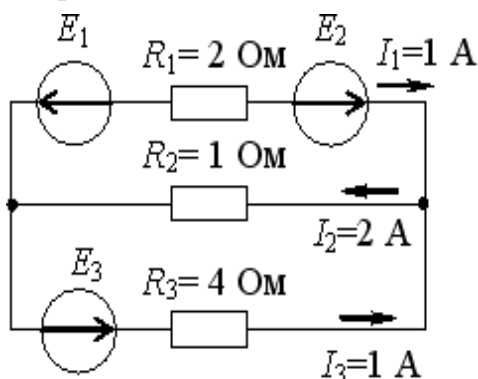

Рис. 1
73. Определить мощность, потребляемую цепью (Рис.1) при известных сопротивлениях и токах ветвей.